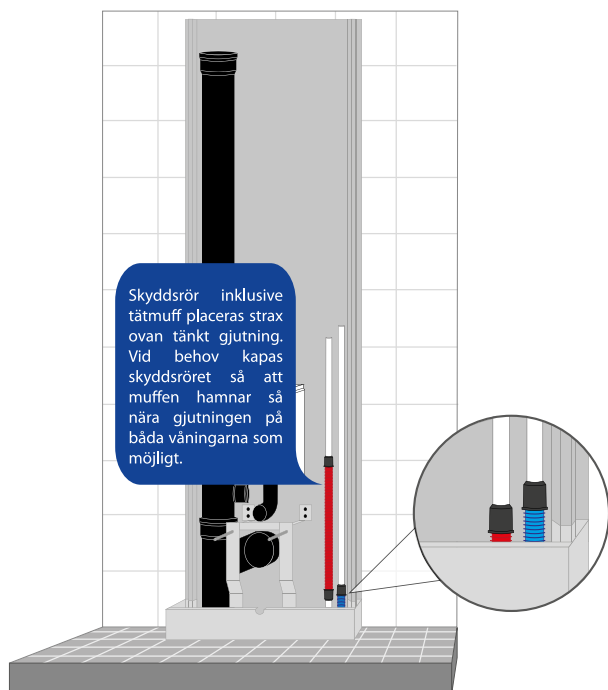

Bild 6.
- Montera skydds rör för bjälklagsgenomföring på vattenstammarna och anslut till befintligt stamkoppel i kassetten. Se bild 6.